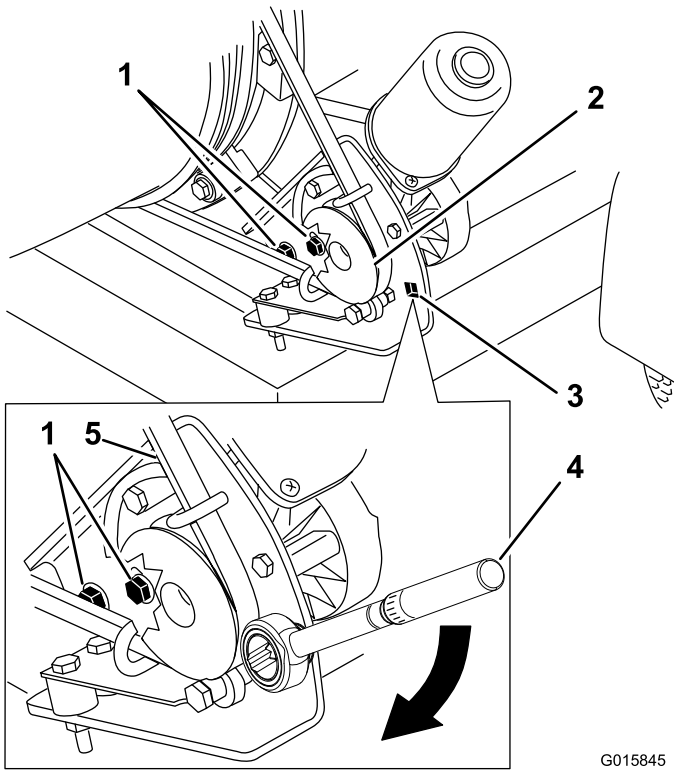

图30
1. 拧开将皮带轮安装支架固定到吹风机机架上的螺栓（图30）。
2. 将扭矩扳手放入皮带轮安装支架（图30）。
3. 将皮带轮安装支架转离出风管、直至扭矩扳手读数为 $22.6 \sim 26.0 \text{ N} \cdot \text{m}$ （图30）。